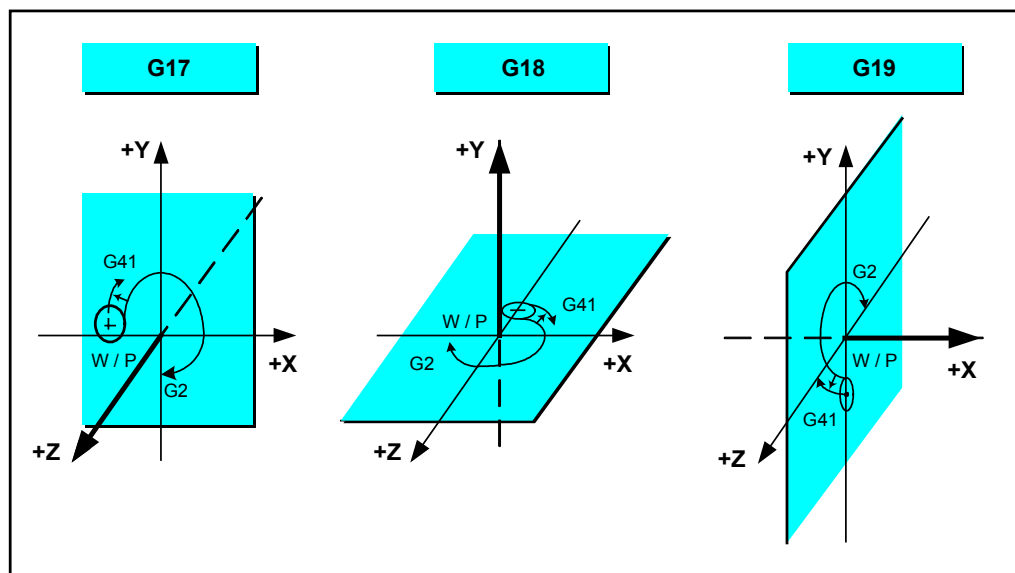

Рис.28.
17. Выбор плоскости, - G17 (плоскость X_Y), G18 (плоскость Z_X), G19 (плоскость Y_Z). Инструкции определяют выбор рабочей плоскости в системе координат детали или программы. Работа инструкций G02 G03 G05 непосредственно связана с этим выбором; так же, как и программирование в полярных координатах; так же, как и эквидистантная коррекция (см. рис.28).